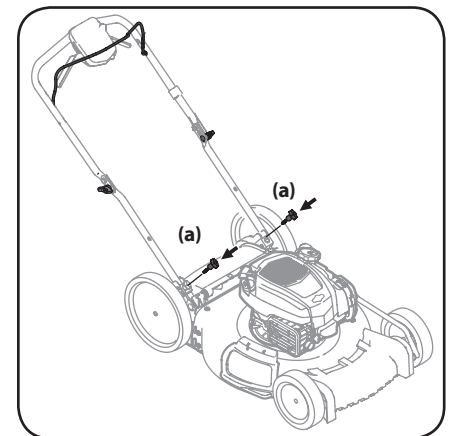

Figura 2-3
6. Inserte los pernos T, quitados en el paso 4, a través de la ménsula de la manija y la manija inferior, y ajuste bien para asegurar la manija en el lugar. Vea la Figura 2-3.